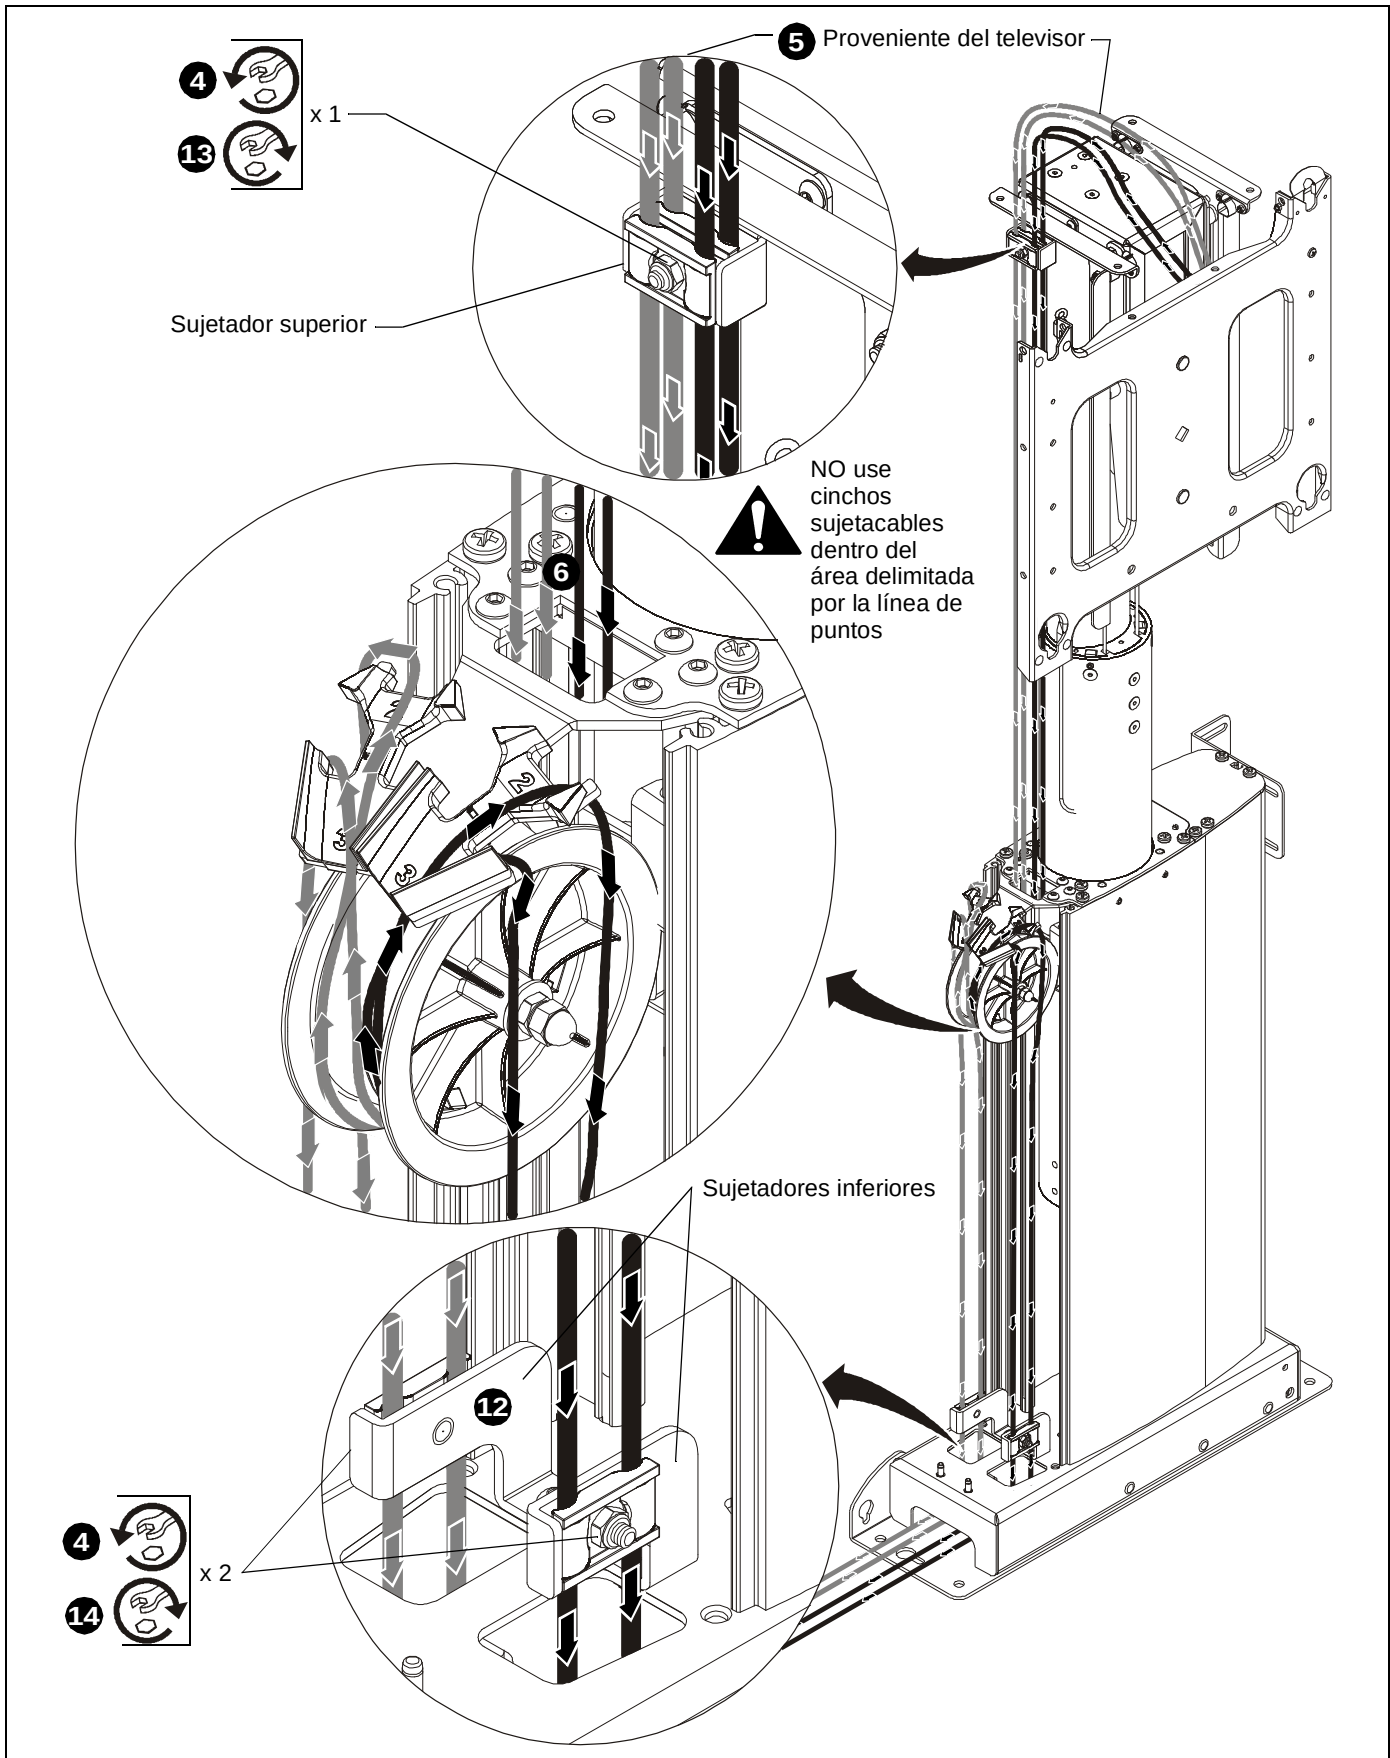
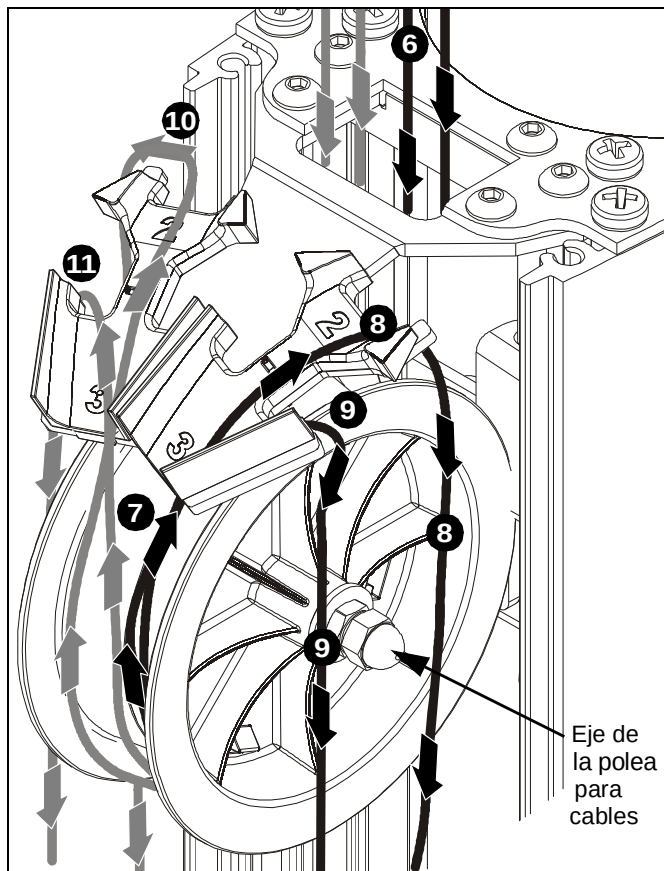

Figura 19
Figura 20
4. Afloje los tres sujetadores de cables. (Consulte la Figura 19)
5. Pase los cables hacia abajo a través del sujetador superior. (Consulte la Figura 19 y la Figura 20)
6. Pase los cables hacia abajo a través del espacio que hay **detrás** de la polea. (Consulte la Figura 19 y la Figura 20)
- Asegúrese de que los cables de la parte trasera del CM2 (gris) queden orientados hacia la parte trasera de la polea. (Consulte la Figura 19 y la Figura 20)
- Asegúrese de que los cables de la parte delantera del CM2 (negro) queden orientados hacia la parte delantera de la polea. (Consulte la Figura 19 y la Figura 20)
7. Pase los cables por debajo de la polea, diríjlos hacia arriba y luego páselos por la **parte superior** de dicha polea. (Consulte la Figura 19 y la Figura 20)
8. Pase un cable proveniente de los sujetadores delanteros (negro) a través de la abertura 2 y diríjalo hacia abajo pasándolo junto al eje de la polea. (Consulte la Figura 19 y la Figura 20)
9. Pase otro cable proveniente de los sujetadores delanteros (negro) a través de la abertura 3 y diríjalo hacia abajo pasándolo del otro lado del eje de la polea. (Consulte la Figura 19 y la Figura 20)
10. Pase un cable proveniente de los sujetadores traseros (gris) a través de la abertura 2 y diríjalo hacia abajo pasándolo junto al eje de la polea. (Consulte la Figura 19 y la Figura 20)
11. Pase otro cable proveniente de los sujetadores traseros (gris) a través de la abertura 3 y diríjalo hacia abajo pasándolo del otro lado del eje de la polea. (Consulte la Figura 19 y la Figura 20)
IMPORTANTE: Verifique que los cables no estén torcidos. Los cables provenientes de la parte delantera (negro) del sujetador superior (consulte la Figura 19) deben quedar en la parte delantera de la polea (consulte la Figura 20) y en la parte delantera del sujetador inferior (consulte la Figura 19). Los cables provenientes de la parte trasera (gris) del sujetador superior (consulte la Figura 19) deben quedar en la parte trasera de la polea (consulte la Figura 20) y en la parte trasera del sujetador inferior (consulte la Figura 19).
12. Continúe y pase los cables hacia abajo a través de los sujetadores inferiores. (Consulte la Figura 19)
14. Comenzando por el sujetador de cables superior y avanzando hacia abajo, tense los cables y ajuste los sujetadores inferiores. (Consulte la Figura 19)